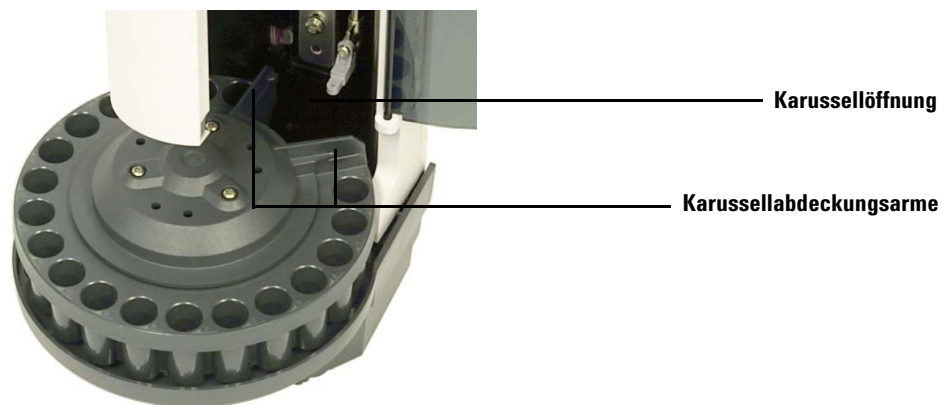

Abb. 99 Ausrichten der Karussellabdeckungsarme an der Karussellöffnung
- 11 Bringen Sie die Karussellabdeckung wieder an. Richten Sie die Karussellabdeckungsarme an der Karussellöffnung aus und befestigen Sie die Karussellabdeckung (Abb. 99).